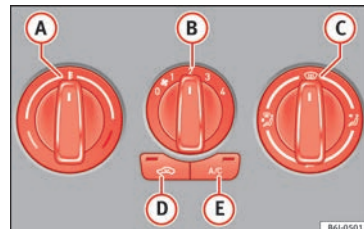

Fig. 144 Sur le tableau de bord : éléments de commande du climatiseur
• Les molettes **A**, **B** et **C** » **fig. 144** servent à régler la température, la vitesse du ventilateur et la répartition de l'air.
- Désactivez le système de refroidissement avec la touche » **fig. 144** **A/C** (le témoin de la touche s'éteint).
Si la molette  » fig. 144 est en position de dégel, la trappe de recyclage sera toujours ouverte (témoin lumineux éteint).
- Appuyez sur la touche  » fig. 144, le témoin de la touche s'allume, ce qui indique que le recyclage de l'air a été activé à l'intérieur de l'habitacle.